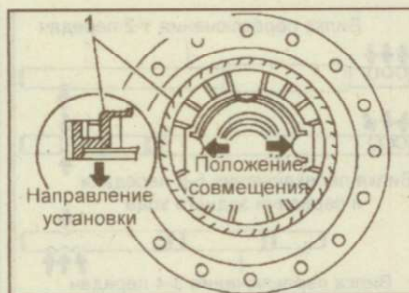

Рис. 9.133. Установочное положение шестерни (1) привода спидометра
9. Совместите и установите шестерню привода спидометра на коробку дифференциала (рис. 9.133).